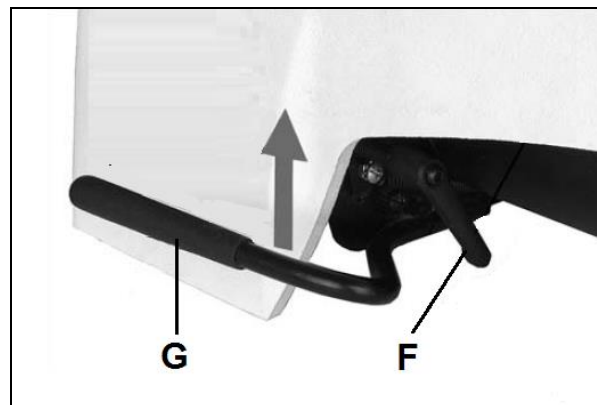

Fig 20
Den Riemen entspannen. Dazu den Indexiergriff (F, Fig 20) lösen und den Motor am Bügel (G) anheben.